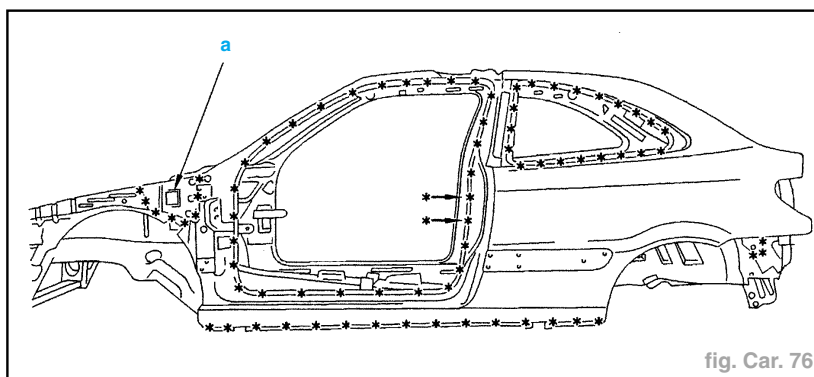

fig. Car. 76
- Dégraffer les points à l'aide d'une fraise de  $\varnothing = 8 \text{ mm}$  (fig. Car. 76).